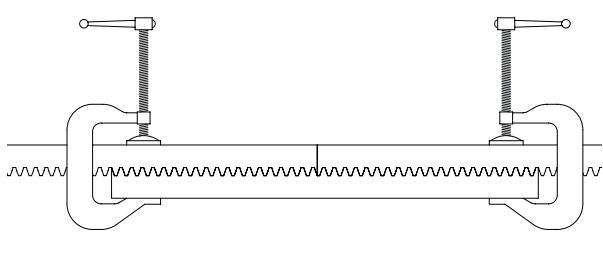

Fig. 1
- Para efectuar la alineación y el paso correctos entre las dos partes de cremallera, conviene utilizar un elemento de empalme durante la fijación como se indica en la fig. 1.
- Für eine korrekte Ausrichtung und den richtigen Abstand zwischen den zwei Teilen der Zahnstange wird empfohlen, bei der Befestigung ein Verbindungselement zu verwenden, wie in Abb. 1 gezeigt.
- Para um alinhamento e passo correto entre duas peças de cremalheira, é recomendado o uso de um elemento de ligação na fase de fixação, conforme indicado na fig. 1.